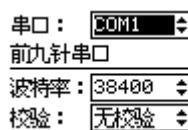

图 11-14 串口子菜单显示界面
(3) 串口参数：主要完成串口的“波特率”和“奇偶校验”设置。按方向键及“+、-”键，修改所要设置的参数，按退出键，返回到上一级菜单，如图 11-14 所示界面。